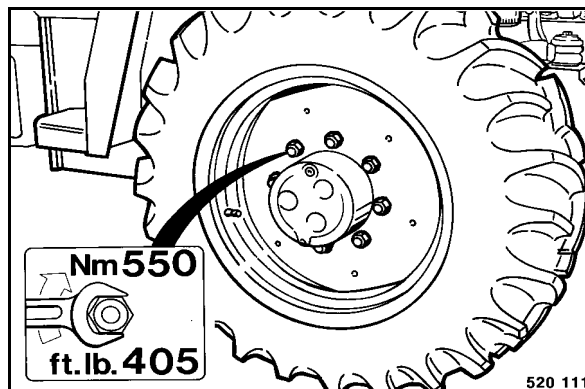

Fig. 178
- Serrer les écrous de roues (Fig. 178) en croix.